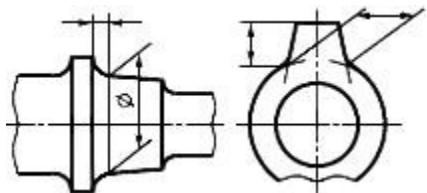

Рис.1.1
4. Для нанесения размеров на чертежах используют размерные линии, ограничиваемые с одного или обоих концов стрелками или засечками. Размерные линии проводят параллельно объекту, размер которого указывают. Выносные линии проводят перпендикулярно размерным (рис. 1.1), за исключением случаев, когда они вместе с измеряемым отрезком образуют